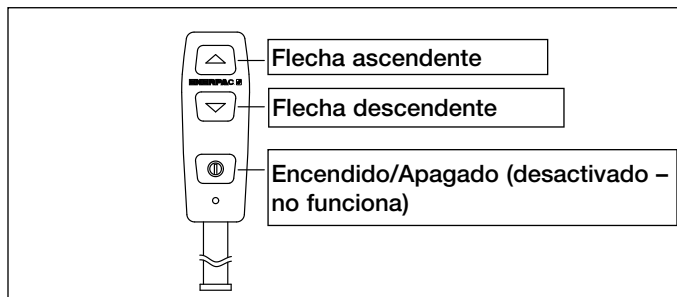

Figura 6
### 5.1 Accionamiento por control remoto (véase la Figura 6)
4. Pulsar y mantener pulsada la tecla de flecha ascendente en el control remoto. (véase la figura 6). Permitir que aumente la presión.
- b. Pulsar y mantener pulsada la tecla de flecha ascendente en el control remoto. (véase la figura 6). Permitir que aumente la presión.
8. Liberar la tecla de flecha ascendente. Verificar que el manómetro indica cero (0) psi (0 MPa).